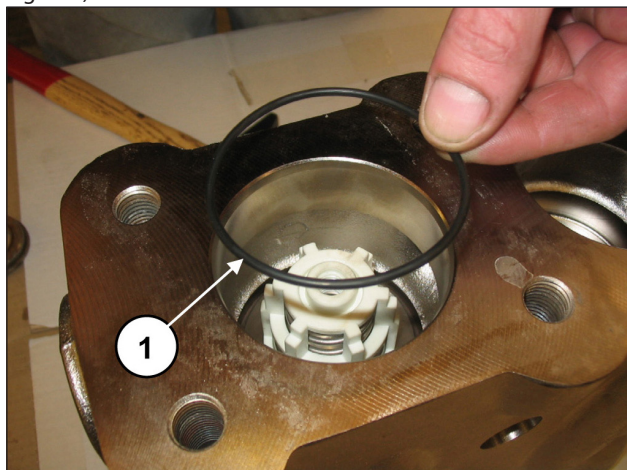

Fig. 121
Introducir la junta tórica, pos. dibujo desglosado 17 (pos. ①, Fig. 121).